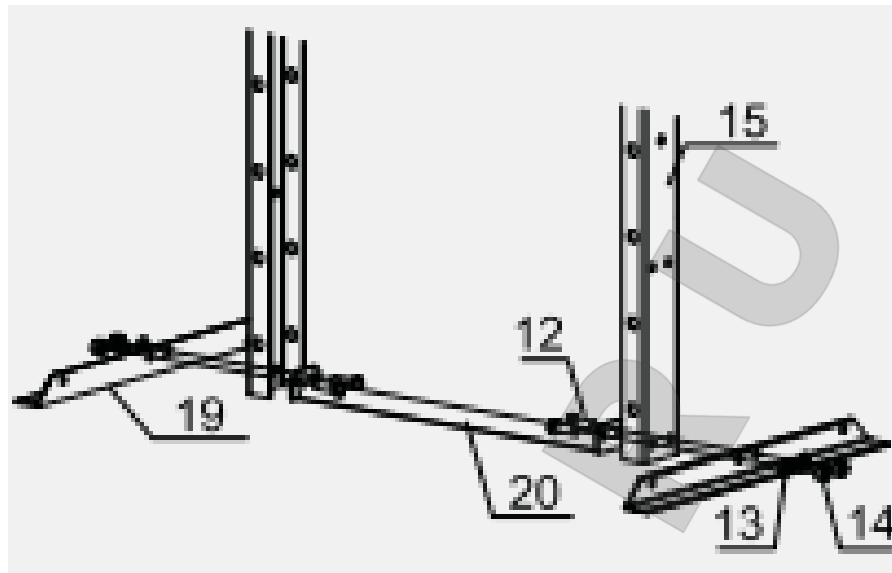

Рисунок 3
3. Поднимите опорные стойки (15) в вертикальное положение. Подставьте опоры (19) к опорным стойкам (15), и поместите стяжку (20) между ними. Совместите отверстия под болты в деталях. Вставьте болты (12) через опоры, опорные стойки, и стяжку, затем закрутите через шайбы (13) гайки (14). См. Рисунок 3.